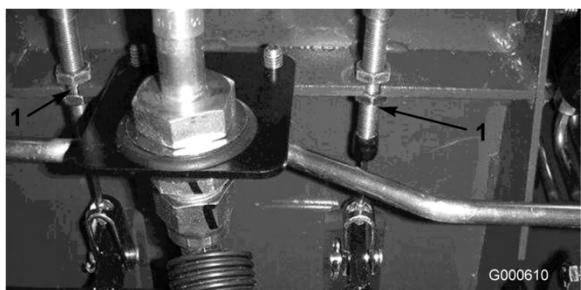

Figure 52
- A. Desserrez l'écrou avant sur l'extrémité filetée du câble de frein (Figure 52).